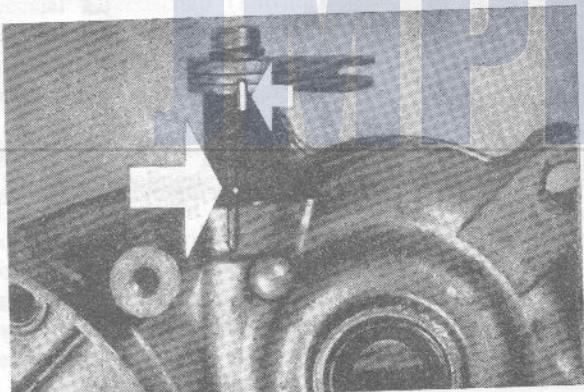

Fig. 16
- De as van de bedieningshefboom van de koppeling eruit nemen door de halfronde kerfpalen eruit te halen (fig. 16). **Waarschuwing:** bij hermontage steeds een nieuwe pakkingring nr 00.31.06 gebruiken. De hefboom niet onnodig afnemen. Als het noodzakelijk is, van merktekens voorzien. Bij de montage van de as het centergaatje en de nok aan het carterhuis tegenover elkaar plaatsen (fig. 17).